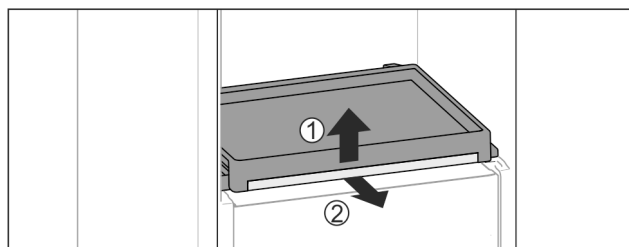

Fig. 95
- ▶ Wymowanie wysuwanej półki oraz szklanej płyty: Podnieść lekko szklaną płytę z przodu Fig. 95 (1) i wyciągnąć do przodu Fig. 95 (2).